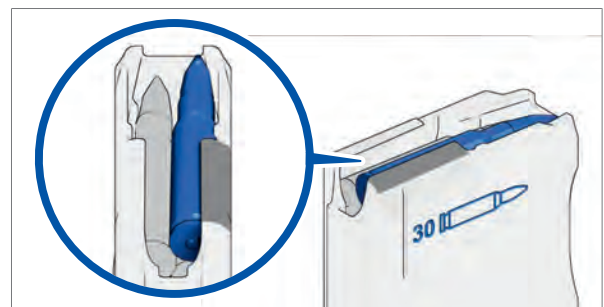

Abb. 87: Position der letzten Patrone
4. Handlungsaufforderung 2. - 3. so lange wiederholen, bis das Magazin gefüllt ist (Abb. 87).